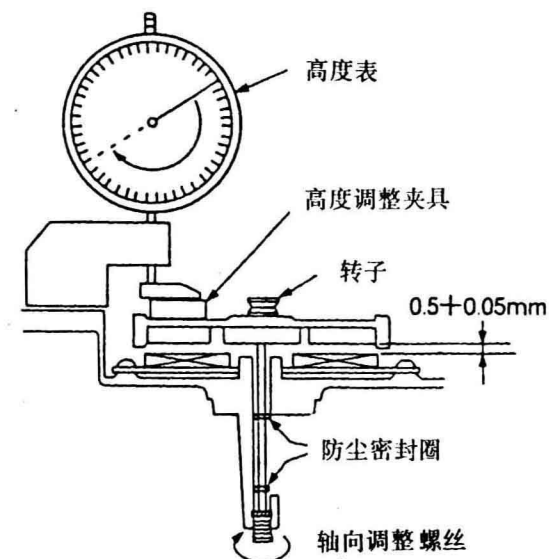

图42
④调整轴向螺钉,使轴向间隙为0.5~0.55 mm,如图42所示。